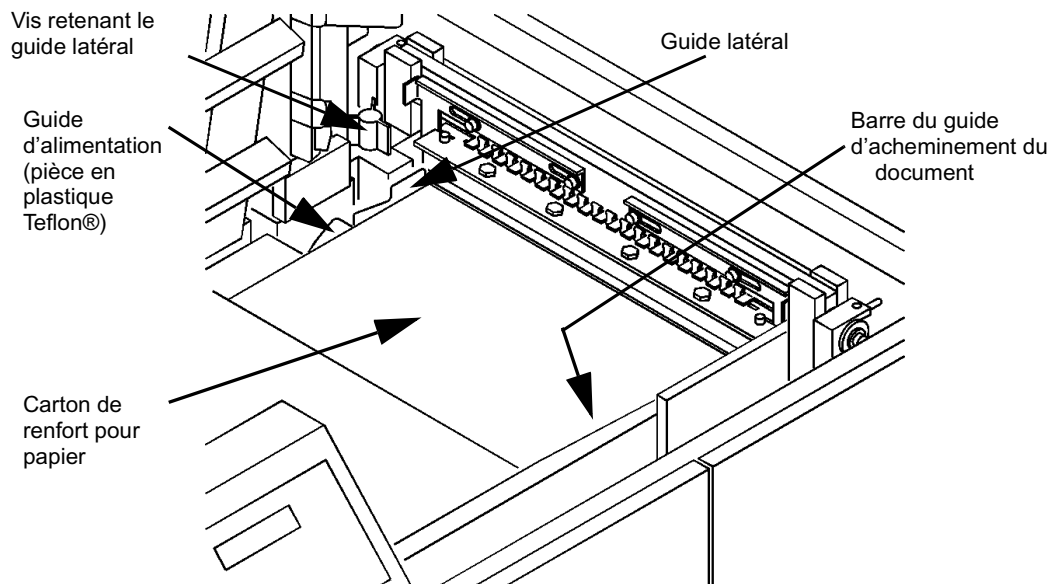

Figure 2-8: Réglage du guide latéral
- 6 Assurez-vous que le carton de renfort se trouve contre la barre du guide d'acheminement du document, voir Figure 2-8. Si le carton se trouve en face de la barre du guide d'acheminement du document et aussi près que possible du guide latéral sans le toucher, passez à la section **Réglage du pas des perforations**. Si le guide latéral ne se trouve pas aussi près que possible du carton de renfort sans le toucher, passez à l'**étape 7** pour régler le guide.
Remarque: Lorsque vous utilisez le guide latéral de 11 po. existant, assurez-vous que le guide latéral se trouve en dessous du guide d'alimentation (Figure 2-8) avant de continuer.